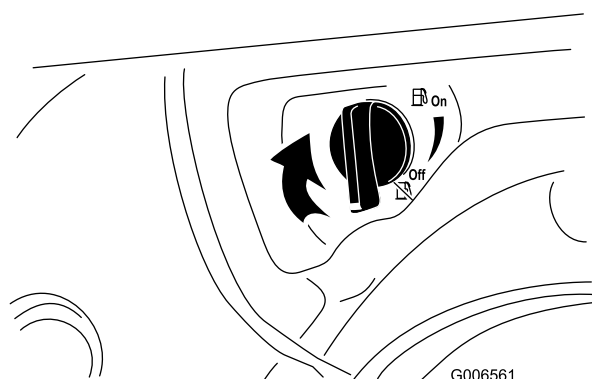

Рисунок 25
4. Закройте отсечной топливный кран, повернув его по часовой стрелке (Рисунок 25).